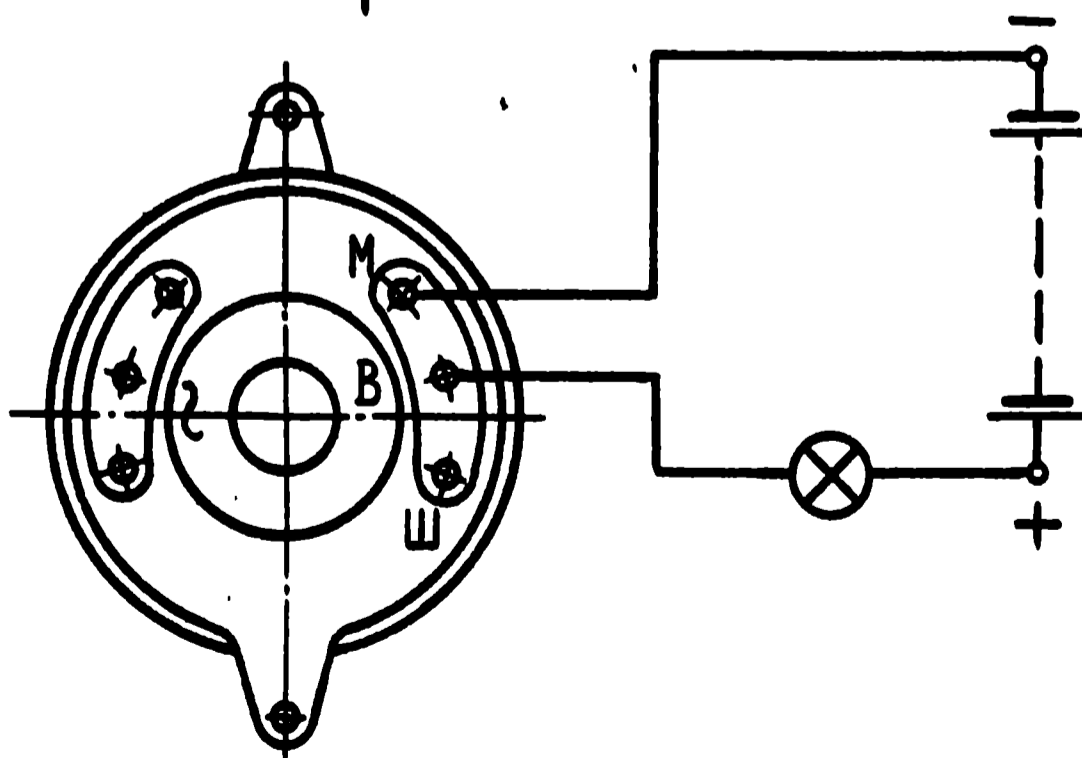

Рис. 98. Схема проверки выпрямителя и обмоток статора
1. Лампу подключите по схеме, приведенной на рис. 98. При этом лампа не должна гореть. Горение лампы свидетельствует об одной из следующих неисправностей выпрямителя: